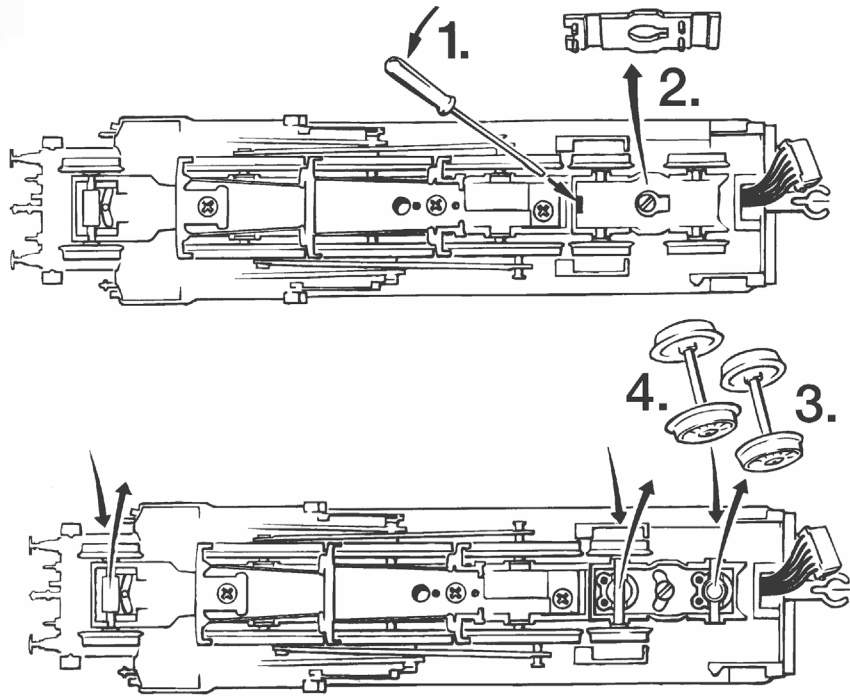

Fig. 6
**Mehrzugbetrieb:** siehe Fig. 6
**Running in digital mode:** see fig. 6.
**Exploitation en télécommande multi-trains:** (voir fig. 6).